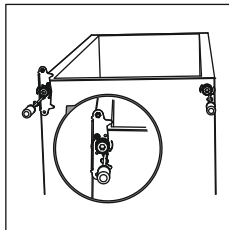

Рисунок 25
7. Вновь установите кронштейн, устанавливая штырь нижней петли. Установите регулируемые ножки. Переместите нижнюю дверь в правильное положение (рис. 25).